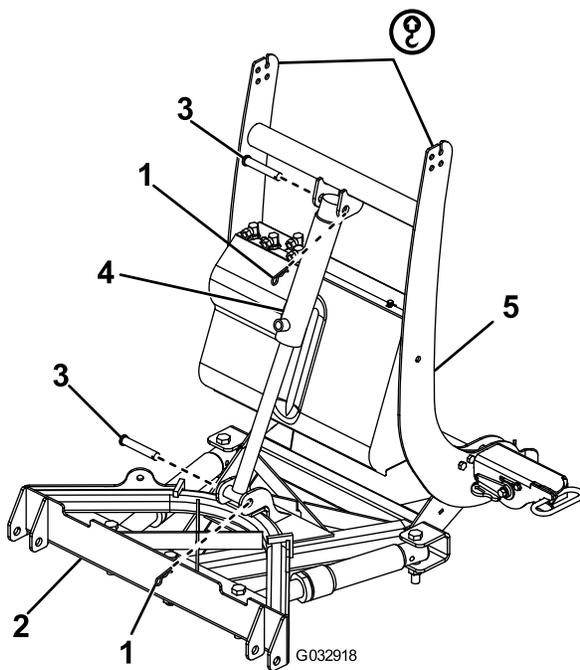

Bild 6
8. Befestigen Sie das Stangenende des Hubzylinders mit einem Lastösenbolzen und einem Splint am Schubrahmen (Bild 6).
9. Befestigen Sie das freie Ende des Hubzylinders mit einem Lastösenbolzen und einem Splint an der Kupplungssäule (Bild 6).